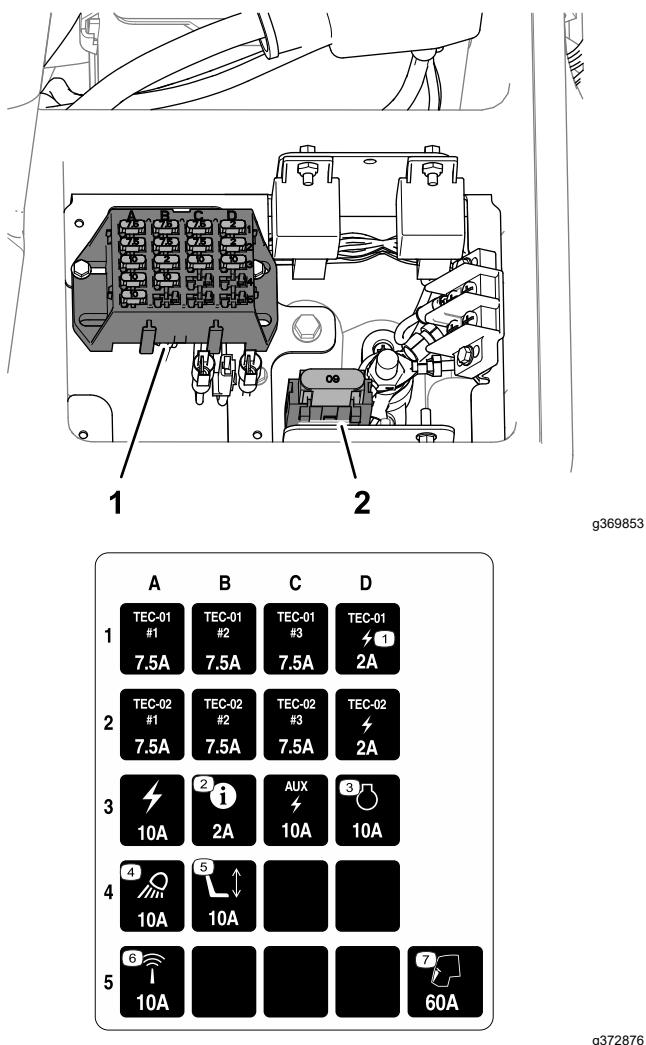

Figura 88
- Cambie el fusible fundido (Figura 88) por otro del mismo tipo y amperaje.